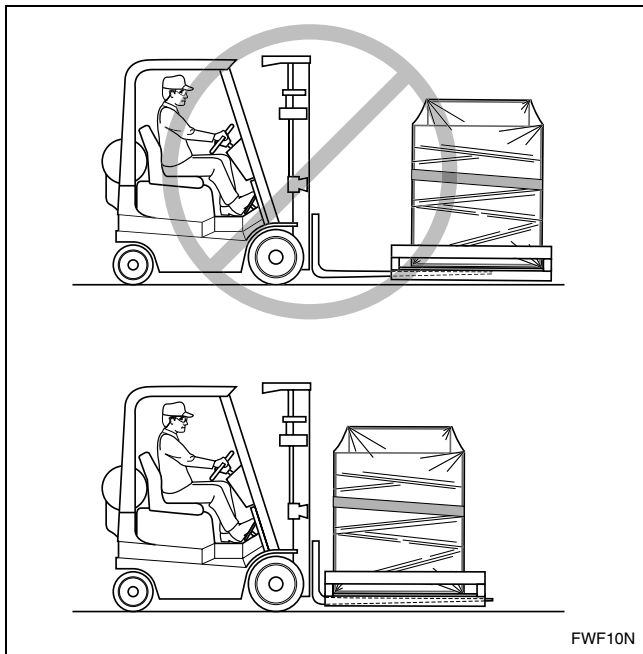

Figura 2
2. Ajuste los brazos del montacargas de horquilla en su longitud y ancho máximos en insértelos hasta el fondo debajo de la parte central de la defensa. Consulte la *Figura 2*.